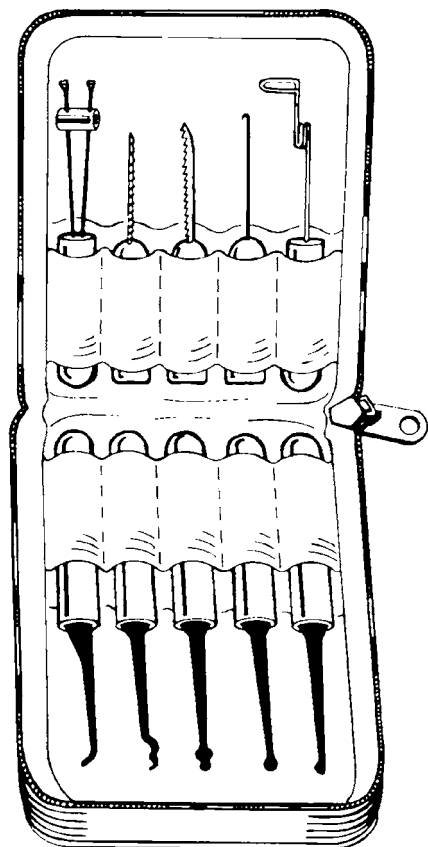

Рис. 5.17. Набор отмычек в переносном кейсе (С разрешения компании A-1 Security Manufacturing Corp.)
- ☐ Набор замочных отмычек (рис. 5.17)